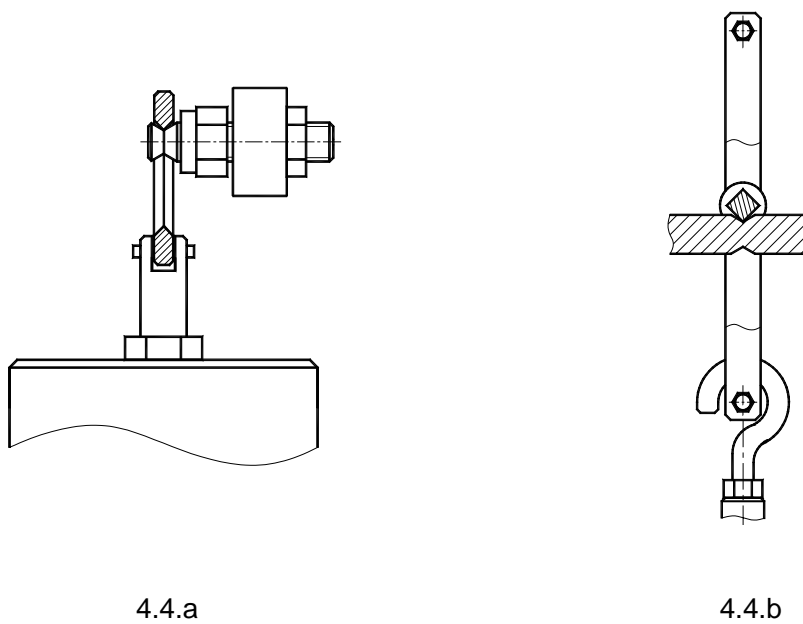

图 4.4
4.6 本试验机共有 4 个砝码，均在其上打有识别标记，对应图 4.1 中 1、2、3、4 位置；安装时打开试验机左、右侧门，拆下挡板，然后开始安装砝码。顺序为：首先装砝码 1，悬挂在下杠杆相应挂槽内；然后依次安装砝码 4、3、2，均悬挂在上杠杆上。其中 1、2 悬挂方式见图 4.4.a，3、4 悬挂方式见图 4.4.b，注意必须保证刀口正确安装在 V 型槽内。挂好砝码后，重新装好拆下的挡板。